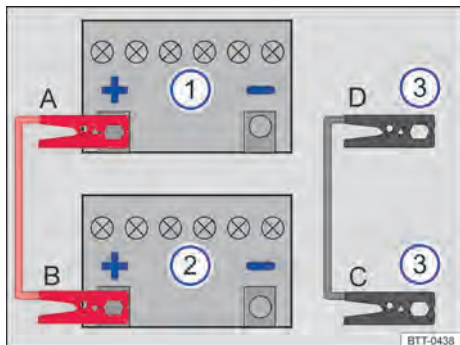
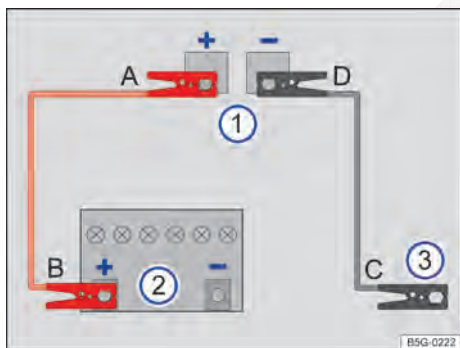

Fig. 315 Esquema para a conexão dos cabos auxiliares de partida no veículo que presta auxílio à partida (bateria do veículo no compartimento do motor).
Fig. 316 Esquema para a conexão dos cabos auxiliares de partida no veículo que presta auxílio à partida (bateria do veículo no compartimento de bagagem).
Legenda para Fig. 315 e Fig. 316:
Conectar o cabo auxiliar de partida somente na sequência A – B – C – D → Fig. 315.
- Conectar uma extremidade do cabo auxiliar de partida **vermelho** ao polo positivo (+) do veículo com a bateria do veículo descarregada → Fig. 315 ❶ → ⚠️.
- Conectar a outra extremidade do cabo auxiliar de partida **vermelho** ao polo positivo (+) da bateria do veículo fornecedora de corrente → Fig. 315 ❷.
- Conectar uma extremidade do cabo auxiliar de partida **preto** → Fig. 315 ❸, de preferência, num ponto de auxílio à partida (ponto de aterramento), ou então, na argola de reboque dianteira rosçada, conectar uma peça metálica maciça firmemente aparafusada com o bloco do motor ou no próprio bloco do motor.
- Conectar a outra extremidade do cabo auxiliar de partida **preto** → Fig. 315 ❸ no veículo com a bateria descarregada, de preferência, ao ponto de auxílio à partida (ponto de aterramento) → Página 465 ou então na argola de reboque dianteira aparafusada → Página 468, ►
Conectar o cabo auxiliar de partida somente na sequência **A – B – C – D** → Fig. 316.
- Conectar uma extremidade do cabo auxiliar de partida *vermelho* ao ponto de auxílio à partida (polo positivo **(+)**) do veículo com a bateria do veículo descarregada → Fig. 316 ① → .
- Conectar a outra extremidade do cabo auxiliar de partida *vermelho* ao polo positivo **(+)** da bateria do veículo fornecedora de corrente → Fig. 316 ②.
- Conectar uma extremidade do cabo auxiliar de partida *preto* → Fig. 316 ③, de preferência, num ponto de auxílio à partida (ponto de aterramento), ou então, na argola de reboque dianteira roscada, conectar uma peça metálica maciça firmemente aparafusada com o bloco do motor ou no próprio bloco do motor.
- Conectar a outra extremidade do cabo auxiliar de partida *preto* → Fig. 316 ③ no veículo com a bateria descarregada, de preferência, ao ponto de auxílio à partida (ponto de aterramento) → Página 465 ou então na argola de reboque dianteira aparafusada → Página 468, numa peça metálica maciça firmemente aparafusada com o bloco do motor ou no próprio bloco do motor → .
- Conectar a outra extremidade do cabo auxiliar de partida *preto* no veículo com a bateria do veículo descarregada no ponto de auxílio à partida (ponto de aterramento) → Página 465 → Fig. 316 ④ → .
- Desconectar o cabo auxiliar de partida com o motor em funcionamento somente na sequência **D – C – B – A** → Fig. 315 ou → Fig. 316.